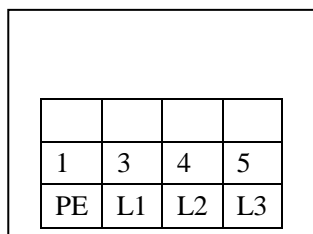

Рис. 22
- Подключение силового провода: подключить трехфазный четырехжильный силовой провод 400В (4×2,5мм²) к контактам ввода L1, L2, L3 и РЕ в шкафу управления; подключить в первую очередь провод заземления РЕ к выводу с символом заземления (рис. 22), вывод с символом заземления находится на нижней части обеих платформ.